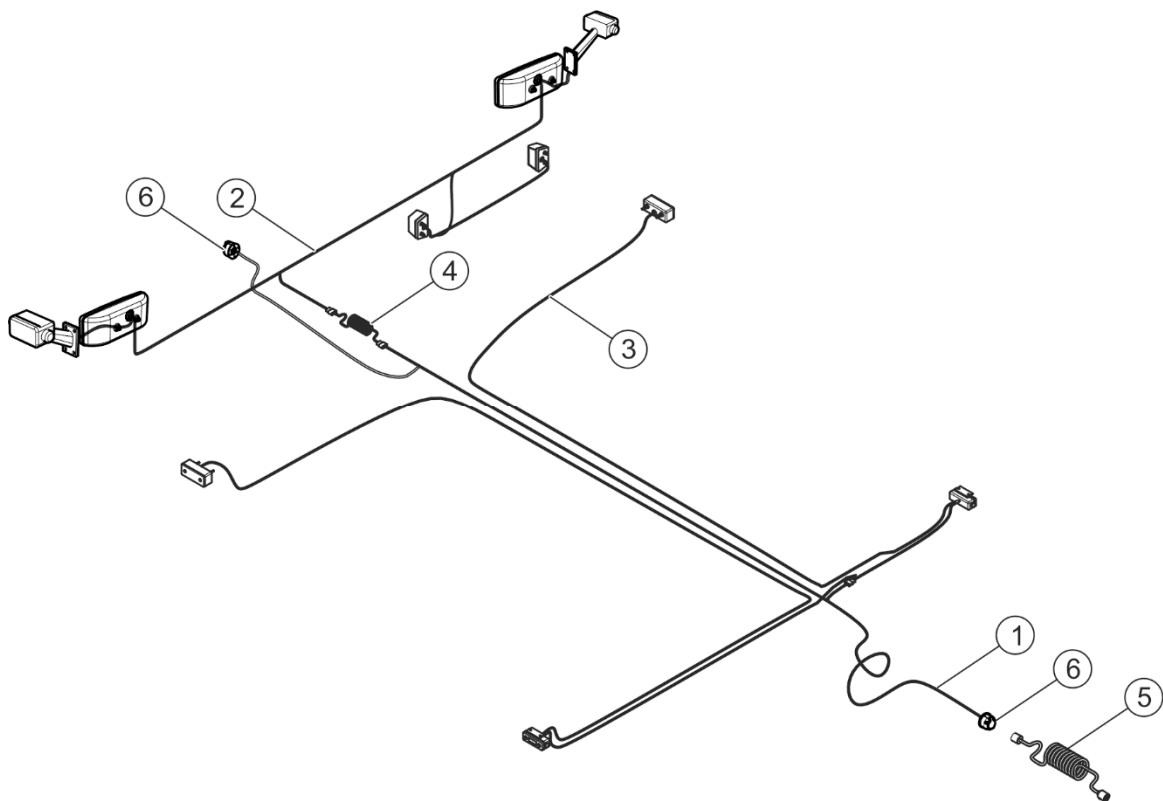

FIGURE 3.12 Schéma de l'installation électrique d'éclairage
L'installation électrique de la remorque est prévue pour une alimentation en courant continu 12 V. Pour un bon fonctionnement avec la remorque, le tracteur doit être équipé d'une prise 7 broches (figure 3.12-6) et d'une prise 3 broches (figure 3.13-4). Le raccordement de l'installation électrique d'éclairage de la remorque (figure 3.12) au tracteur doit s'effectuer avec un câble d'alimentation approprié (5) avec prise 7 broches